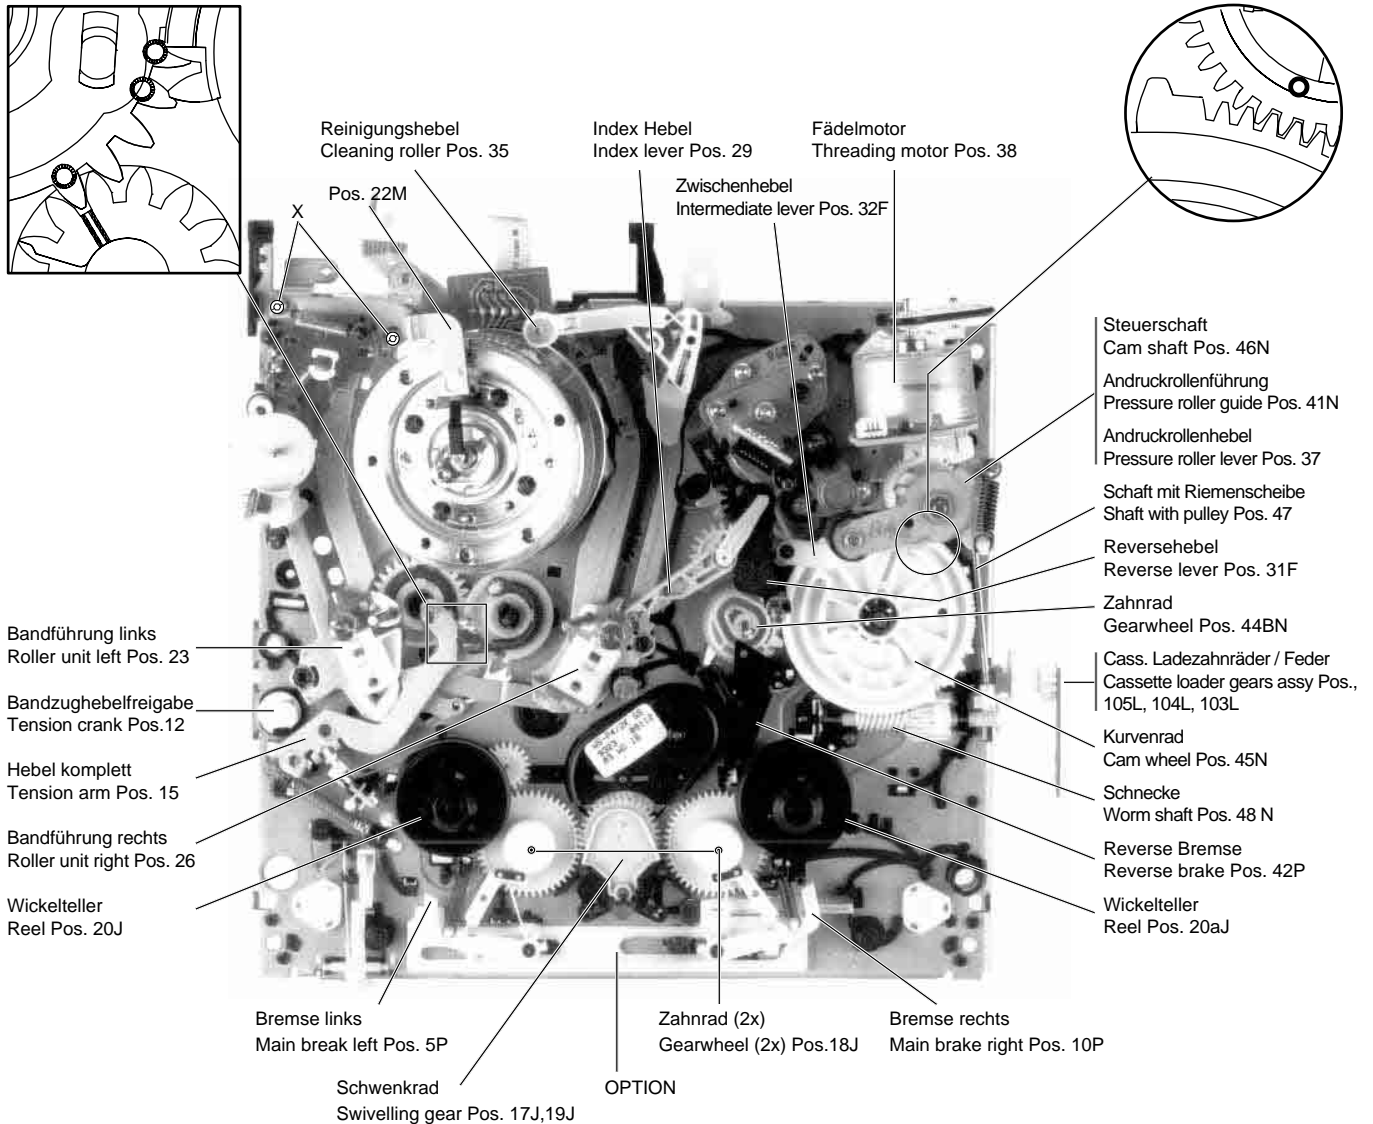
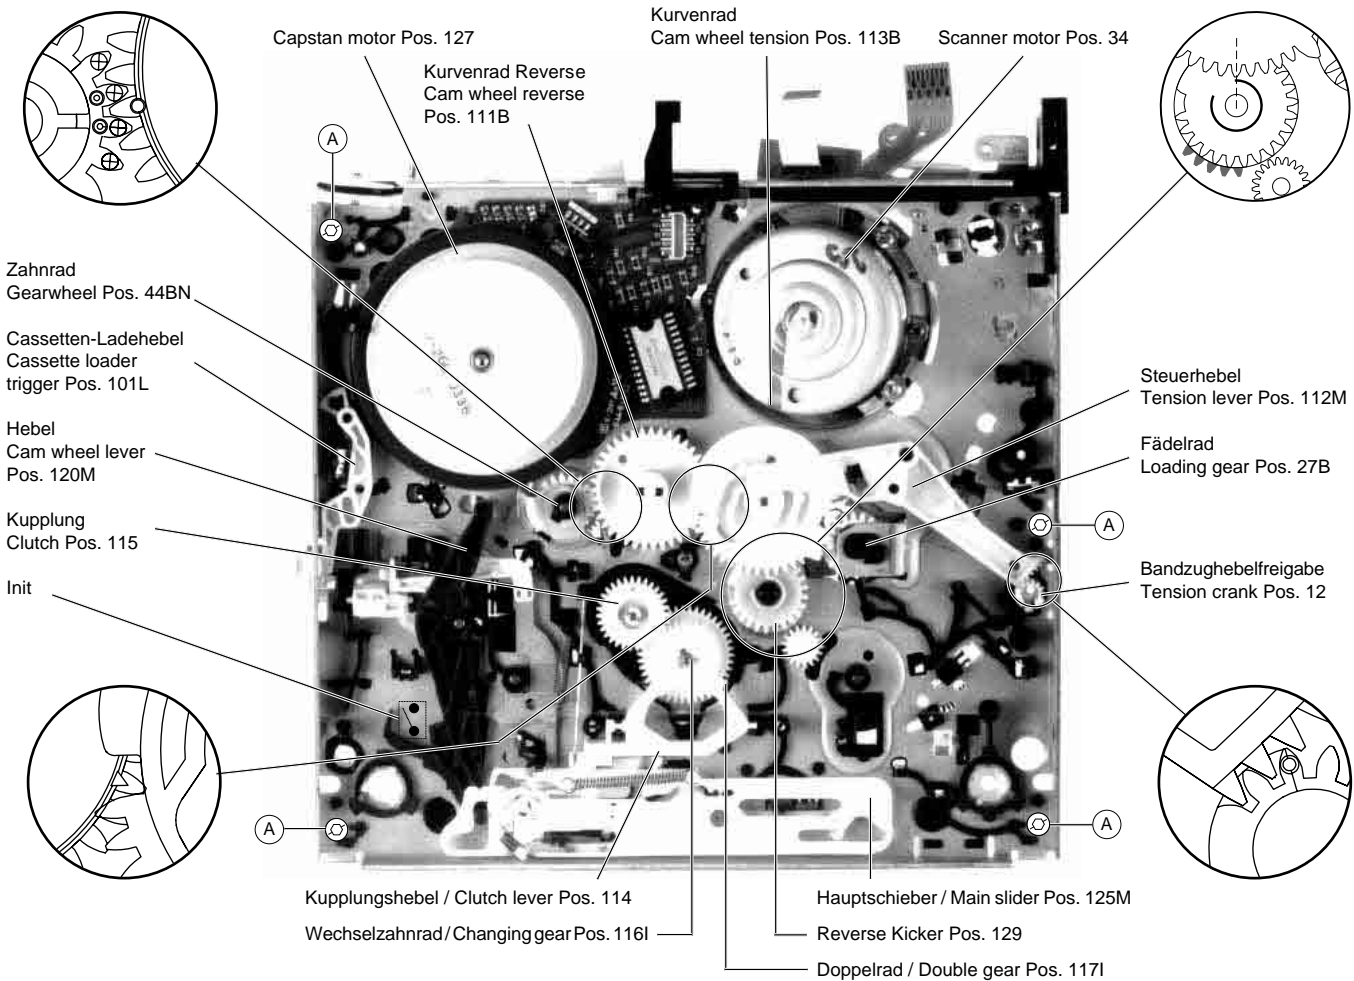

Fig. 4
Fig. 5
Nachfolgend sind die markierten und gerichtet einzubauenden Teile der Ober- und Unterseite im Detail dargestellt (Fig. 4, Fig. 5).
- 4 Befestigungsschrauben (A) (Fig. 5) des Cassettenschachtes an der Unterseite entfernen.
The following diagrams show in detail the marked components and their correctly aligned position on the top and bottom side (Fig. 4, Fig. 5).
- Unscrew the 4 screws (A) (Fig. 5) on the underside of the cassette compartment.
- Cassettenschacht mit den 4 Schrauben (A) (Fig. 5) unten befestigen.
- Fasten the cassette compartment with the 4 screws (A) (Fig. 5) at the bottom.
- 2 Schrauben X (Fig. 4) herausdrehen, Haltewinkel (Pos. 22M, Fig. 4) und Kopfverstärker abnehmen.
- Undo 2 screws X (Fig. 4), remove the bracket (Pos. 22M, Fig. 4) and the head amplifier.